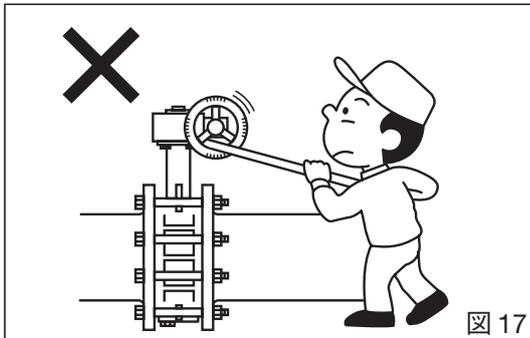

図 17
■手動式駆動部（ギヤ・レバー）操作時の注意：手動式駆動部の操作は必ず手で行ってください。ハンドルやレバーに二次的な道具を使って開閉すると、故障の原因となりますので、絶対に避けてください。（図17）